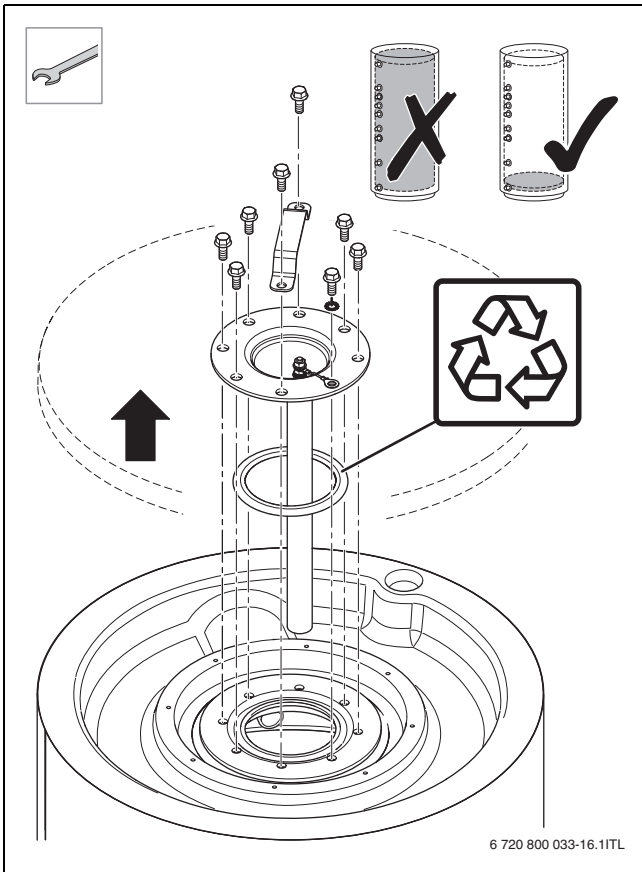
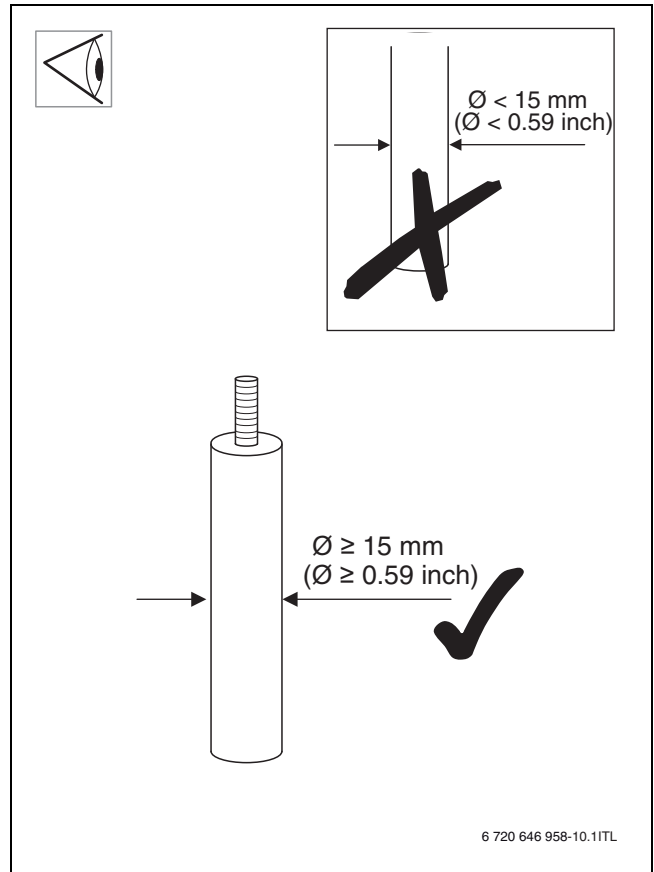

Fig. 20
Fig. 22
- ▶ Démonter et contrôler l'anode au magnésium (→ fig. 20, page 64 et fig. 22, page 64).